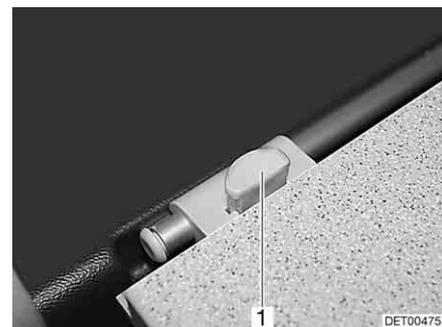

Bild 62 Verriegelung Tischplatte (Variante)
- Wenn eine Verriegelung vorhanden ist: An der Verriegelung der Tischplatte den Entriegelungsknopf (Bild 62,1) drücken.